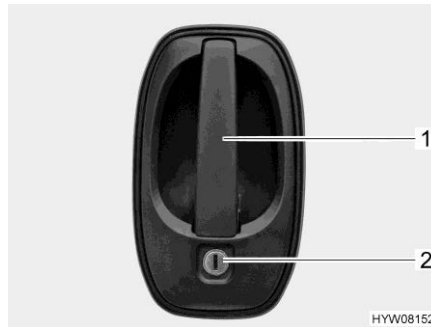

Bild 62 Dörrlås (förardörr/ingångsdörr på utsidan)
- Stick in nyckeln i låscylindern (Bild 62,2) och vrid den ända tills dörrlåset har låsts upp.
- Drag i dörrhandtaget (Bild 62,1). Dörren är öppen.
- Stick in nyckeln i låscylindern (Bild 62,2) och vrid den ända tills dörrlåset har låsts.